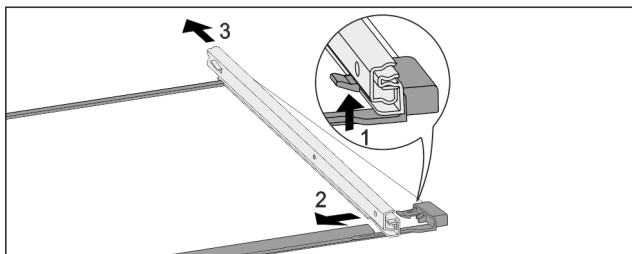

Fig. 190 Steklena plošča z vodili
- ▶ Sprednji zaskočni kaveljček potisnite navzgor. Fig. 190 (1)
- ▶ Izvlečno vodilo potisnite Fig. 190 (2) na stran Fig. 190 (3) in nazaj.